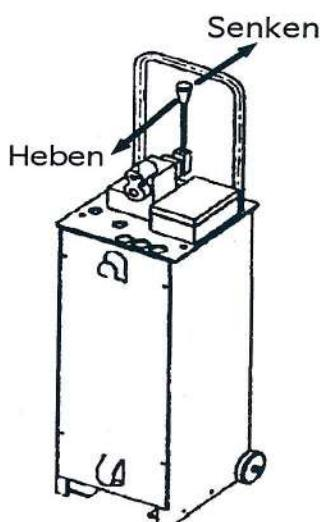

Bild2 :
- Fahrzeug anheben bis die Räder frei sind; Hebel (am Handaggregat) auf Position "Heben" ziehen (Bild2). Anschließend den sicheren Sitz des Fahrzeugs auf der Hebebühne nochmals überprüfen.
- Fahrzeug auf gewünschte Arbeitshöhe anheben; Hebel "Heben" (Bild2) am Aggregat ziehen.
- Fahrzeug auf gewünschte Arbeitshöhe oder in die untere Stellung absenken; dabei den Hebel "senken" (Bild2) am Handaggregat drücken, die Sicherheitsklinke hebt ab und die Hebebühne beginnt mit dem Senkvorgang.
- Hebebühne durch Drücken des Hebels "Senken" bis in die unterste Position absenken. (siehe Bild 2)
Fährt die Hebebühne beim Absenken auf ein Hindernis auf, bleibt sie durch den mechanischen Widerstand stehen. In diesem Falle muß die Hebebühne durch Betätigung des Hebel "heben" (Bild2) am Handaggregat soweit nach oben gefahren werden, bis das Hindernis entfernt werden kann. Daraufhin befindet sich die Hebebühne wieder im normalen Arbeitszustand und kann wie in der Bedienungsanleitung beschrieben weiter betrieben werden.